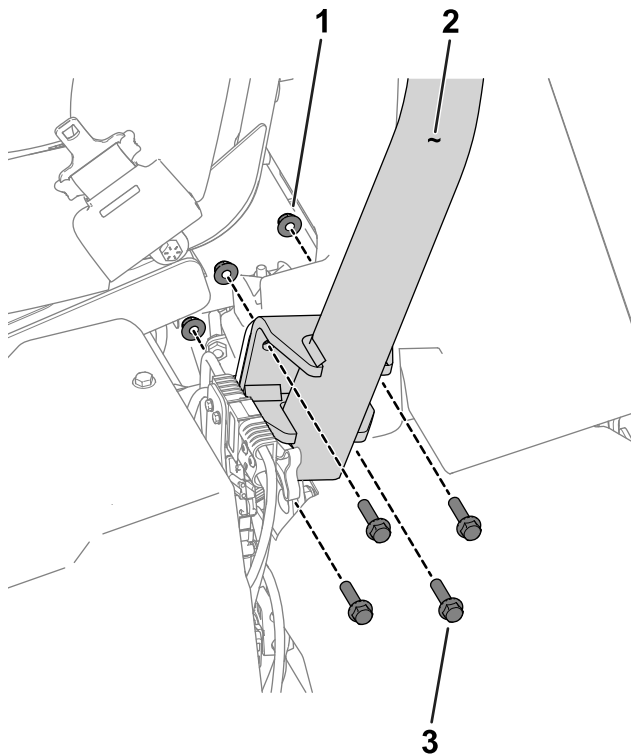

图 3
3. 用 8 个六角头螺栓 $\frac{3}{8}$  x 1 $\frac{1}{2}$  英寸和 8 个螺母 $\frac{3}{8}$  英寸将翻车保护杆固定到机器两侧的翻车保护杆支架上 图 3。